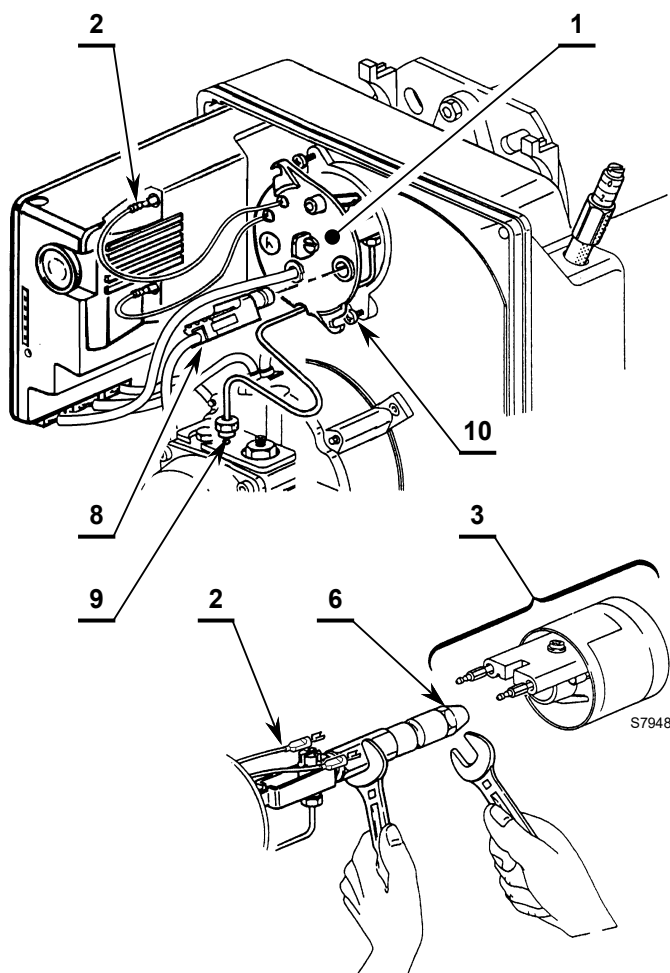

Fig. 13
1º Modo (Fig. 13):
- extraer los cables 2) (Fig. 13) de la caja de control, el sensor llama 8) y desenroscar la tuerca 9) de la bomba.
- Extraer los cables 2) de los electrodos, aflojar el tornillo 4) (Fig. 13) y extraer el conjunto soporte del disco estabilizador 3) del conjunto portaboquilla 1).
2º Modo (Fig. 13):